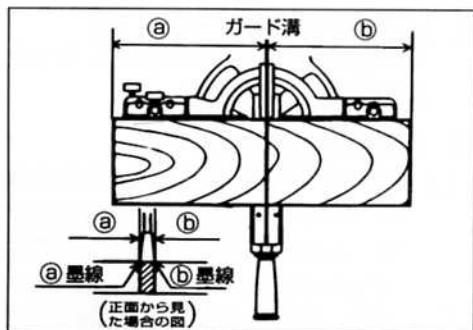

図21
- (1) 材料を切断する際、ノコ刃の厚さ分が切削されますので、①の長さが必要な場合墨線をガード溝またはノコ刃側面の左側に、②の長さが必要な場合右側に合わせてください。(図21)
- (2) スイッチを入れノコ刃の回転が完全に上がって安定してから、ハンドルを静かに押し下げて材料に近づけます。